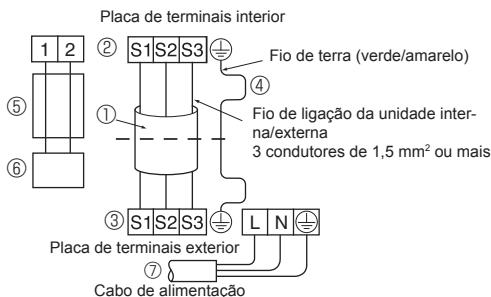

Fig. 7-4
- Faça as ligações tal como demonstrado no diagrama, na parte inferior esquerda. (Obtenha o cabo a nível local.) (Fig. 7-4)
- ① Cabo de ligação